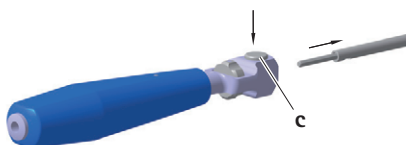

Fig. 2
- ▶ Pulsar el botón **c** y retirar el mango **1**, ver Fig. 2.